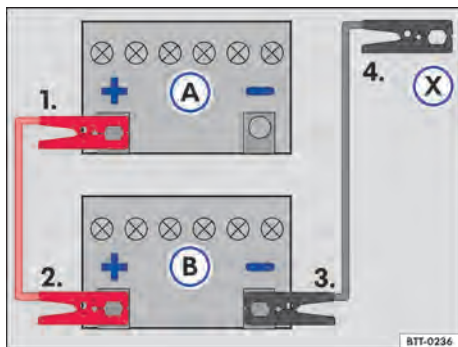

Fig. 185 Esquema para a conexão dos cabos auxiliares de partida: bateria do veículo descarregada (A) e bateria do veículo fornecedora de corrente (B).
Legenda para → Fig. 185:
- Conectar uma extremidade do cabo auxiliar de partida **vermelho** ao polo positivo → Fig. 185 (+) do veículo com a bateria do veículo descarregada (A) → ⚠️.
- Conectar a outra extremidade do cabo auxiliar de partida *vermelho* ao polo positivo (+) da bateria do veículo fornecedora de corrente (B).
- Conectar uma extremidade do cabo auxiliar de partida *preto* ao polo negativo (-) da bateria do veículo fornecedora de corrente (B).
- Conectar a outra extremidade do cabo auxiliar de partida *preto* (X) no veículo com a bateria do veículo descarregada em uma peça maciça de metal aparafusada firmemente ao bloco do motor ou no próprio bloco do motor – porém não nas proximidades da bateria (A) → ⚠.